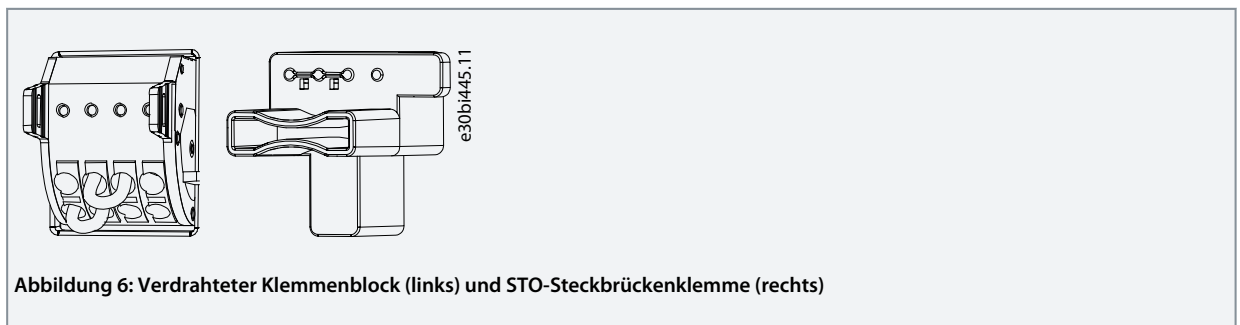

Abbildung 6: Verdrahteter Klemmenblock (links) und STO-Steckbrückenklemme (rechts)
1. Wenn die STO-Sicherheitsfunktion nicht benötigt wird, verdrahten Sie den Klemmenblock gemäß Abbildung 6, oder verwenden Sie die STO-Steckbrückenklemmen aus dem Montagezubehör und montieren Sie sie an X31 und X32. Dadurch wird sichergestellt, dass beide STO-Eingänge mit 24 V DC versorgt werden, um den normalen Betrieb zu ermöglichen.